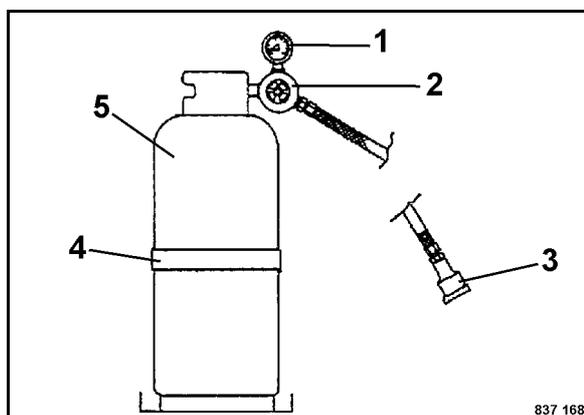

Fig. 124
- Inserire le bombole del gas 5 (Fig. 124) negli appositi supporti e fissarle con le cinture (4).